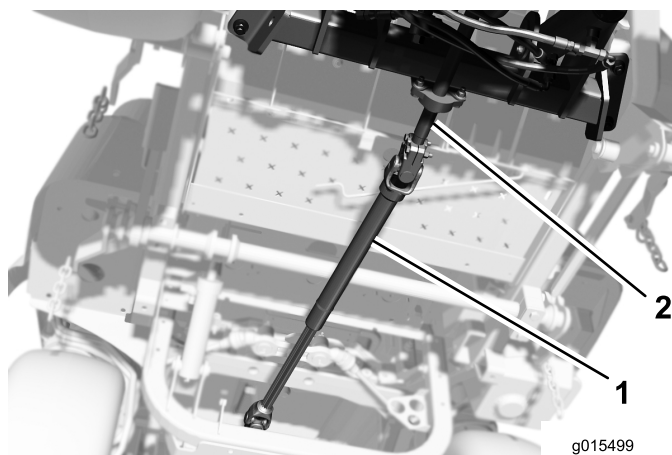

Figure 10
1. Tout en alignant les trous de l'arbre d'entraînement sur le trou de l'arbre intermédiaire, glissez l'arbre d'entraînement sur l'arbre intermédiaire de l'accessoire (Figure 10).